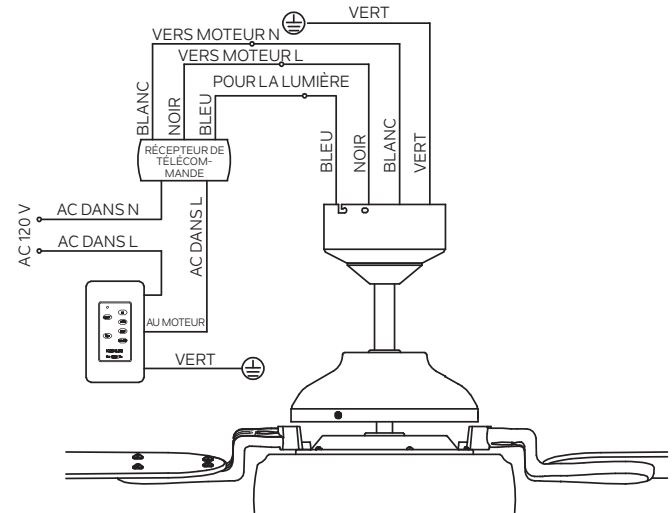

Fig. 16
Étape 2. Raccordements électriques du moteur au récepteur : (Fig. 16)
Étape 3. (Fig. 16) Connexions électriques des câbles d'alimentation du récepteur à la maison : Raccordez le fil noir (chaud) du plafond au fil noir marqué « AC DANS L » depuis le récepteur. Raccordez le fil blanc (Neutre) du plafond au fil blanc marqué « AC DANS N » depuis le récepteur. Fixez tous les raccords de fils avec les écrous en plastique fournis.
Étape 4. (Fig. 16) Si votre boîtier de sortie a un fil de terre (cuivre vert ou nu), raccordez-le aux fils de terre du ventilateur ; sinon raccordez le fil de terre du ventilateur au support de montage. Fixez le raccord du fil avec un écrou en plastique fourni. Après avoir raccordé les fils, écartez-les de manière à ce que les fils vert et blanc soient d'un côté du boîtier de sortie et que les fils noirs et bleus soient de l'autre côté. Rentrez soigneusement les raccordements des fils dans le boîtier de sortie.